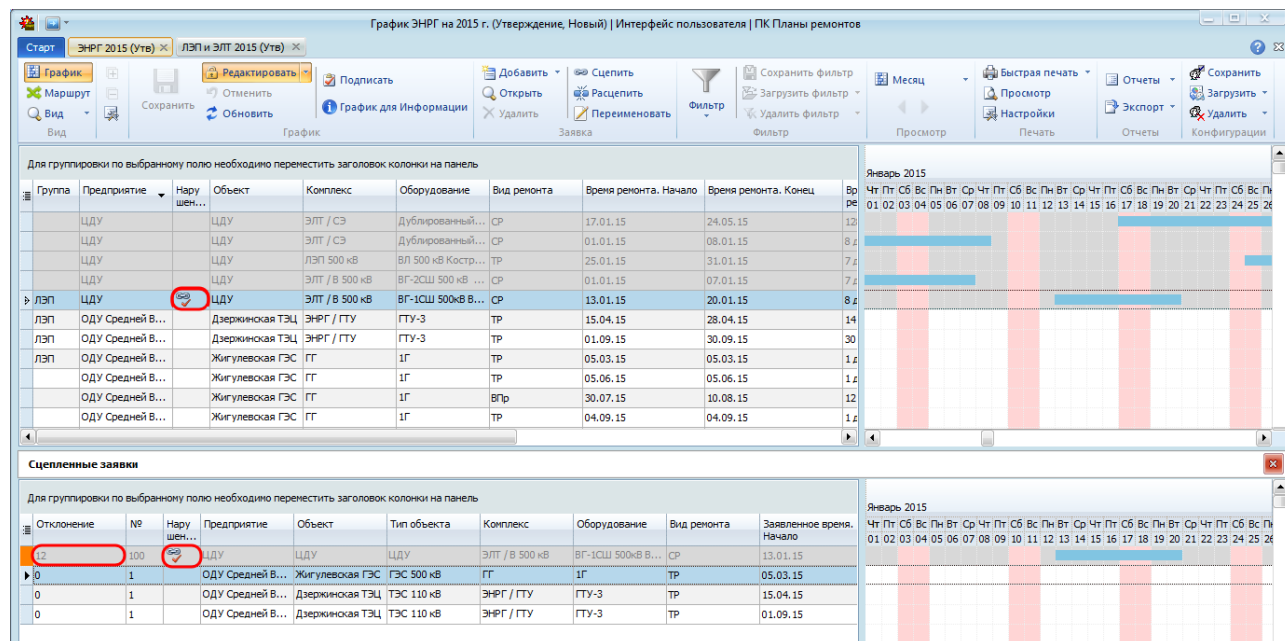

Рисунок 10.124 – Отображение нарушений сцепленных заявок
сцепленности» появляется пиктограмма «», а в столбце «Отклонение» области параллельного просмотра отображается число дней временного сдвига между ремонтами (Рисунок 10.124).
- при включенном режиме «Сцепленные заявки» для заявок группы, для которой установлено нарушение связи «Сцепленные», в основной рабочей области и в области параллельного просмотра в столбце «Нарушение сцепленности» отображается пиктограмма «», а в столбце «Отклонение» области параллельного просмотра отображается число дней временного сдвига между ремонтами (Рисунок 10.124).